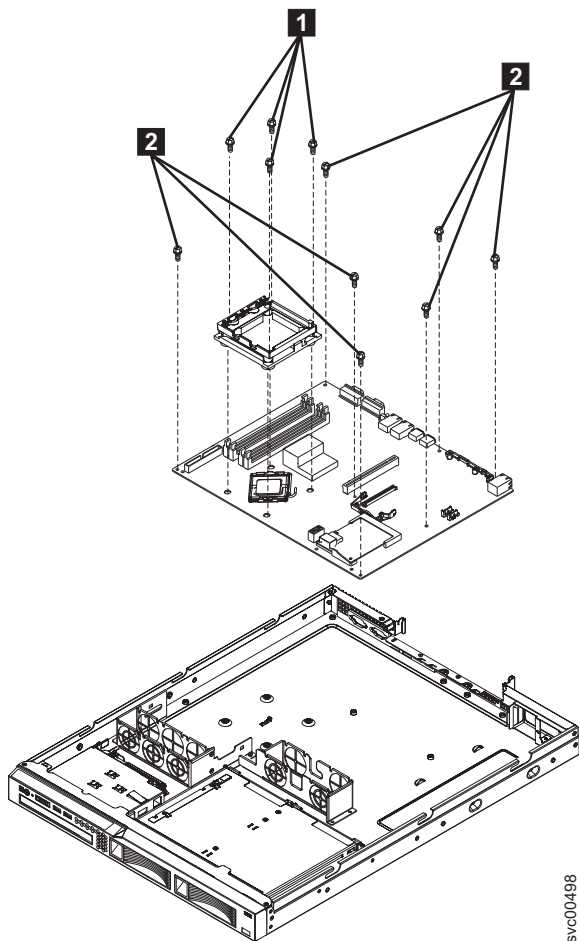

図 280. SAN ボリューム・コントローラー 2145-8A4 システム・ボードとマイクロプロセッサ保持モジュール
16. マイクロプロセッサ保持モジュールの向きに注意してから、マイクロプロセッサ保持モジュールをシステム・ボードに固定している 4 本のねじ (318 ページの図 280 の **1**) を取り外します。そして、保持モジュールをサーバーから持ち上げます。
17. システム・ボードをシャーシに固定している残り 8 本のねじ (図 280 の **2**) を取り外します。ねじを安全な場所に置きます。